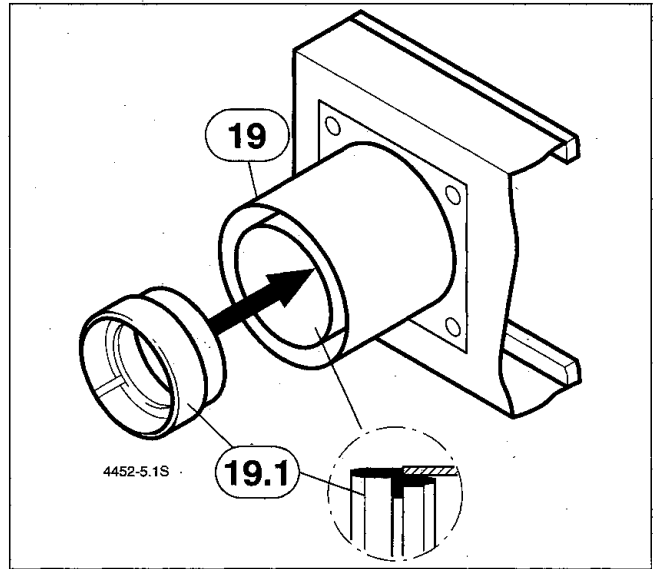

Bild 7
- Montieren Sie die Dichtung (19.1) am Anschlußkasten (19) (Bild 7).